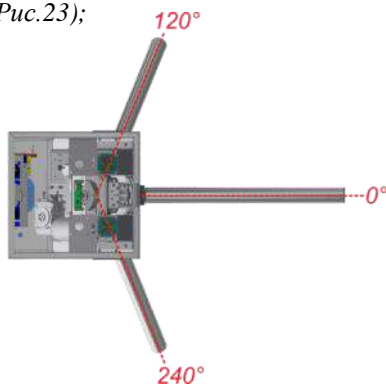

Рис.23 –Поводок турникета в нулевом положении
2. Выставить новое нулевое положение поводка (Рис.23);